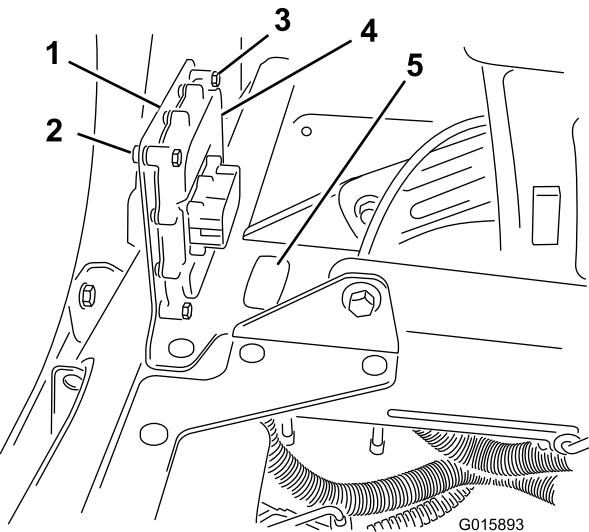

Figura 15
1. Per il modello 5800, togliete il tappo di otturazione (Figura 15).
6. Montate la staffa di montaggio sul telaio dei sedili della macchina, dietro e in mezzo ai sedili, con la bulloneria preesistente (Figura 15).